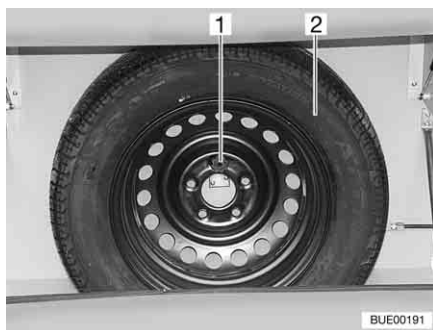

Fig. 234 Soporte para la rueda de repuesto
El soporte para la rueda de repuesto está instalado en la caja para bombonas de gas. Pagando un sobreprecio puede obtener la rueda de repuesto (Fig. 234,2).
- Soltar el tornillo (Fig. 234,1).
- Sacar la rueda de repuesto (Fig. 234,2).